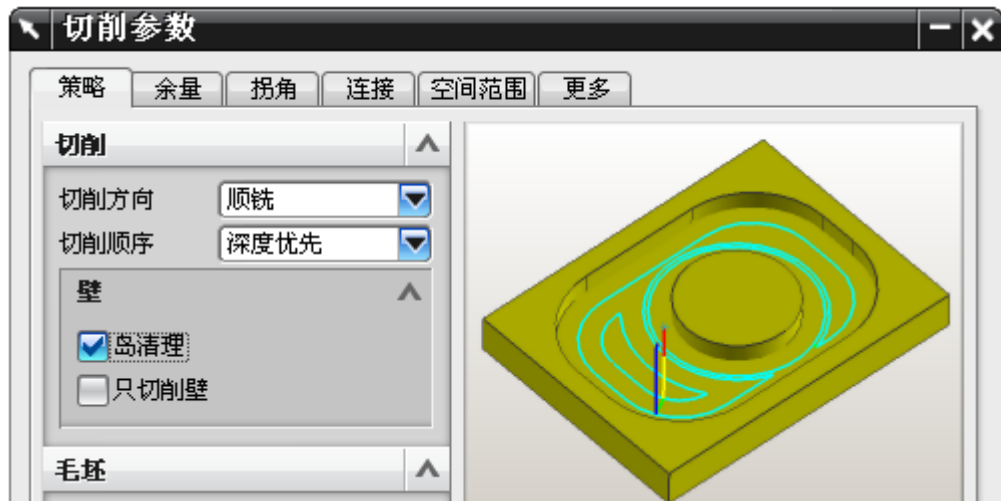
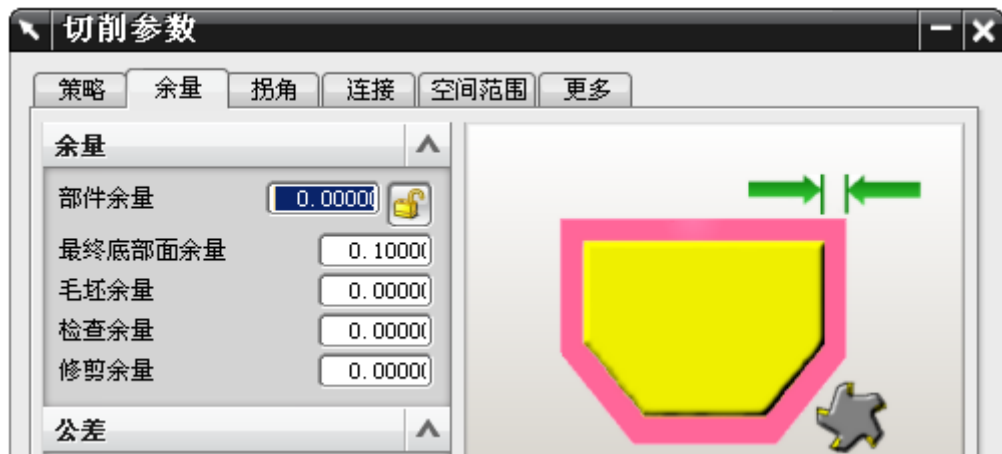

图 8-91
图 8-92
- 单击 ，设置如图 8-91 和图 8-92 所示的切削参数，单击 OK。